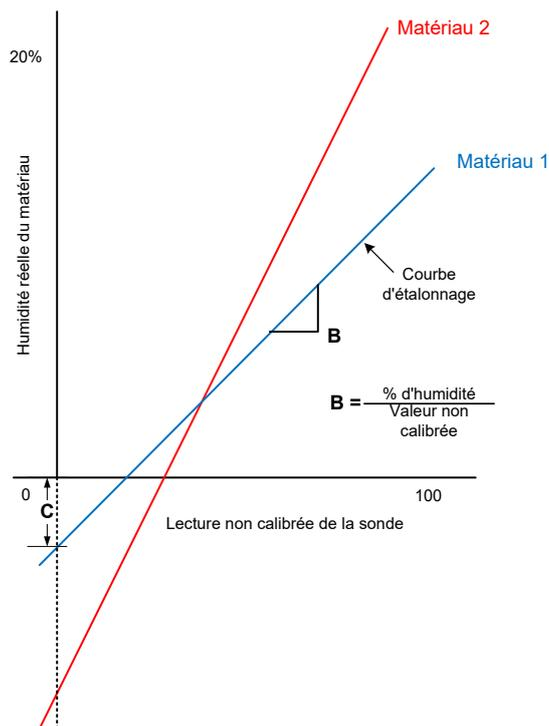

Figure 34 : étalonage de deux matériaux différents
La relation entre l'évolution du pourcentage d'humidité et celle de la valeur non calibrée ne sera pas la même pour deux matériaux différents, comme illustré en Figure 34. Chaque matériau possède en effet des caractéristiques électriques propres. L'étalonnage consiste à faire correspondre les mesures non calibrées de la sonde avec une valeur qui représente le pourcentage d'humidité du matériau.
L'équation de la courbe d'étalonnage est définie par le Gradient (B) et le Décalage (C), voir Figure 34. Ces valeurs sont appelées les coefficients d'étalonnage.